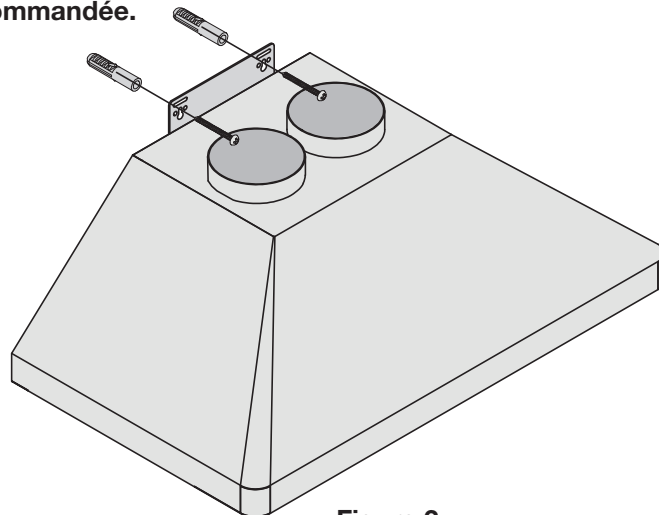

Figure 2
- Aligned la ferrure de fixation de la hotte aux vis sur le mur et accrochez la hotte en place comme montrée dans la figures 2. Serrez les vis pour fixer la hotte au mur.